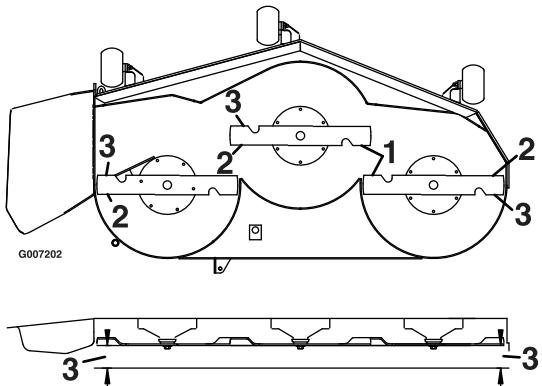

Figura 64
- Misurate la distanza tra i taglienti esterni e la superficie piatta (Figura 64). Se entrambe le misure non rientrano nella tolleranza di 5 mm, è necessario eseguire una regolazione; passate alla procedura Livellamento.